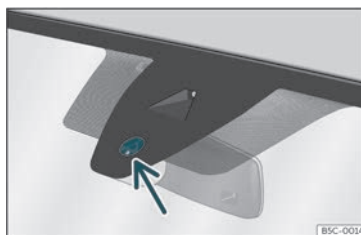

Fig. 101 Superfície sensible del sensor de pluja.
Les possibles causes d'anomalia i interpretacions errònies a la superfície sensible >>> **fig. 101** del sensor de pluja són, entre d'altres:
- Netegeu regularment la superfície sensible del sensor de pluja»» fig. 101 (fletxa) i